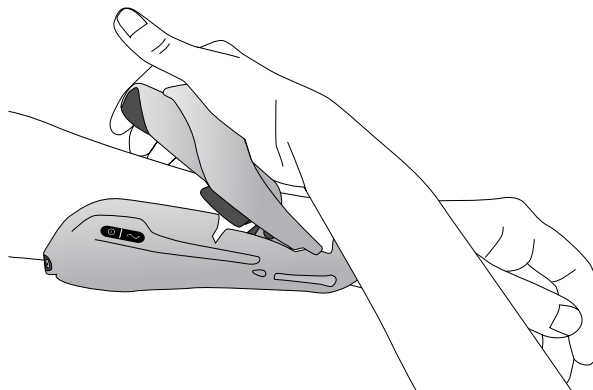

Bild 6-7: Stänga extensorvingen
5. Om ortosen är korrekt placerad, stäng extensorvingen. Sätt handen ovanpå vingarmen och ta tag under ortosens extensorvinge med fingrarna. Dra ut extensorvingen och tryck samtidigt nedåt på vingarmen. Tryck tills inga klickljud hörs längre. Se bild 6-7.